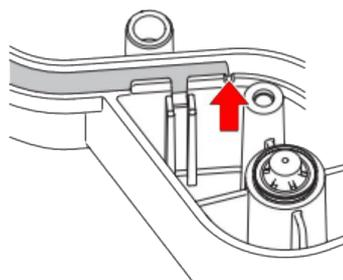

Figure 6
3. Alignez la première extrémité de la bande d'étanchéité avec le repère sur le châssis. Indiqué par la flèche sur la figure 6.